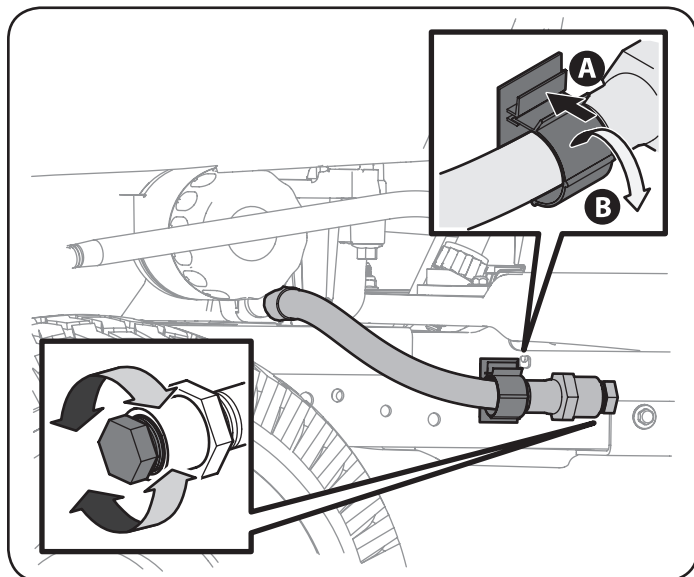

Figura 14
4. Retire la manguera de drenaje de aceite de la traba del lado izquierdo del chasis. Vea la Figura 14.
5. Retire el tapón de la manguera de drenaje de aceite del extremo de la manguera. Vea la Figura 14. Drene el aceite del motor dentro del recipiente.